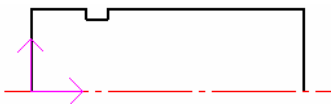

图 4-104 绘制直线
3) 系统提示：第一点（切点，垂足点），要求输入直线的第一点，输入坐标（0，0），系统提示输入第二点，连续输入坐标为（0，15），（10，15），（10，13），（14，13），（14，15），（50，15），（50，0），单击鼠标右键完成直线绘制，如图 4-104 所示。